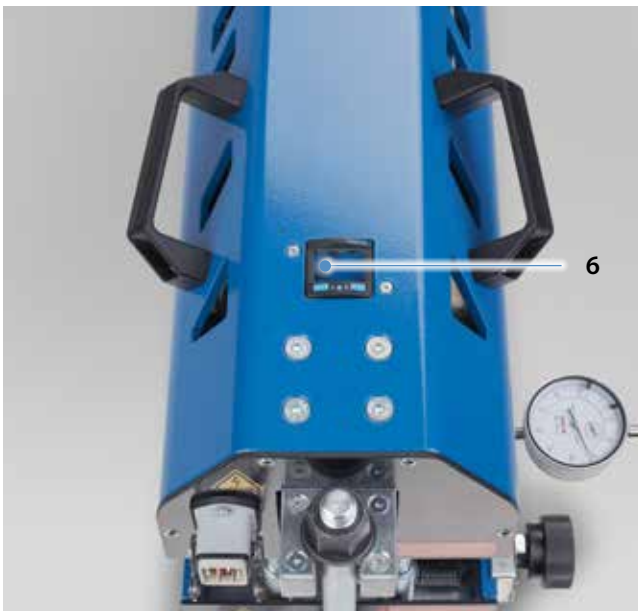

Abb. 4.4.2
- Luftdruck am Druckregler (6) überprüfen und ggf. einstellen. Siehe dazu auch Abschnitt 3.6 „Druckerzeugung und Drucküberwachung“. (Abb. 4.4.2)